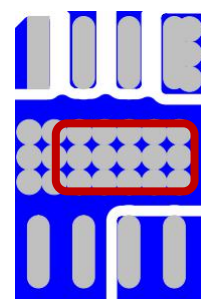

图 3
- 6.芯片下方建议用功率地 GND 铺铜，以增强芯片的散热面积和 IC 的抗干扰能力。若是双面板可将顶层和底层的 GND 用 Via 连接。如图 3。